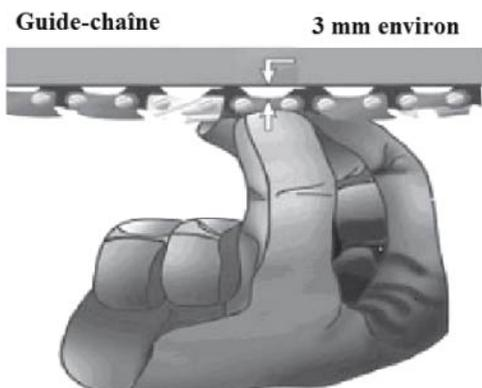

Fig.8
3. En employant une force légère, tirer la chaîne de 3 mm environ du bas du guide-chaîne et la relâcher (**voir figure 8**). Si la chaîne se remet doucement en place, la tension est correcte. Un léger écart (1,5 mm ou moins) entre la chaîne et le bas du guide-chaîne est acceptable.